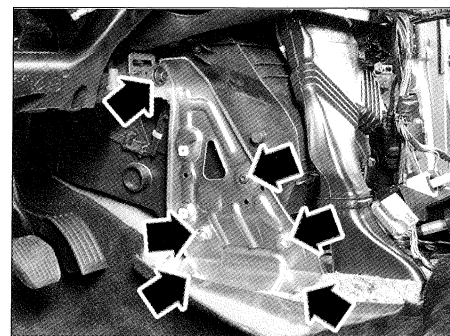

FIG. 10
- el refuerzo izquierdo de salpicadero (fig. 10).